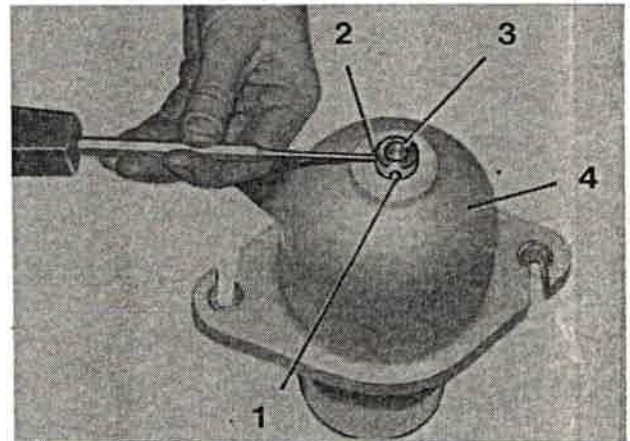

Bild 244
2. Stiftschraube (Bild 244/1) einige Umdrehungen lösen, Kegelstift (Bild 244/2) austreiben und Stelling (Bild 244/3) sowie Glocke (Bild 244/4) abnehmen.